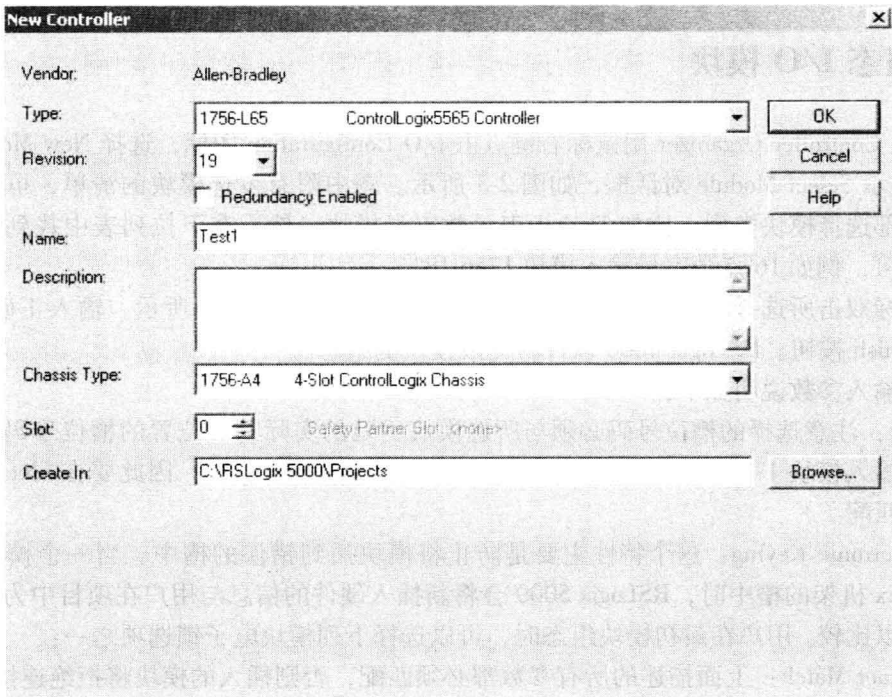
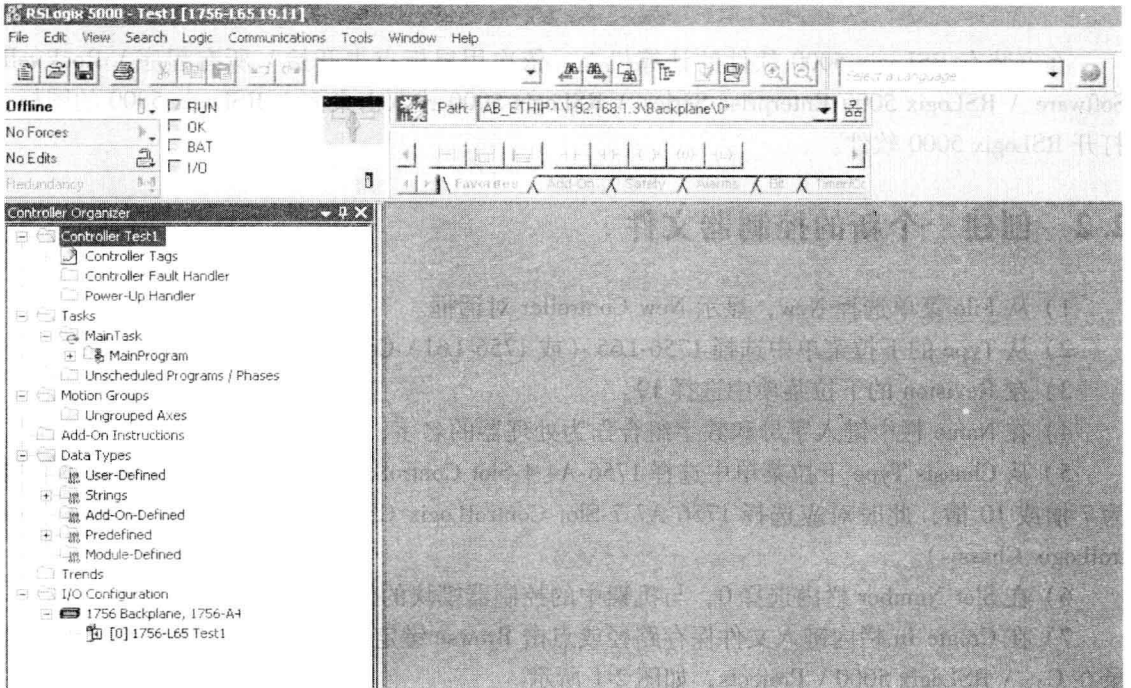

图 2-1 New Controller 对话框
图 2-2 RSLogix 5000 主界面
- 7) 在 Create In 栏内键入文件保存路径或点击 Browse 键定位地址目录，我们创建文件目录在 C: \ RSLogix 5000 \ Projects，如图 2-1 所示。
8) 确认输入与图 2-1 所示吻合, 然后点击 OK 按钮。由此创建了一个控制器文件, 其界面如图 2-2 所示。